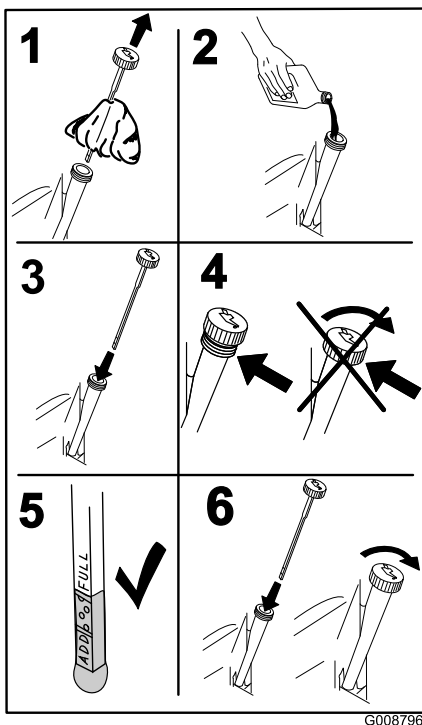

Figure 40
- Versez lentement environ 80% de l'huile spécifiée dans le tube de remplissage puis faites l'appoint lentement jusqu'à ce que le niveau atteigne le repère du plein (**Full**) (Figure 40).